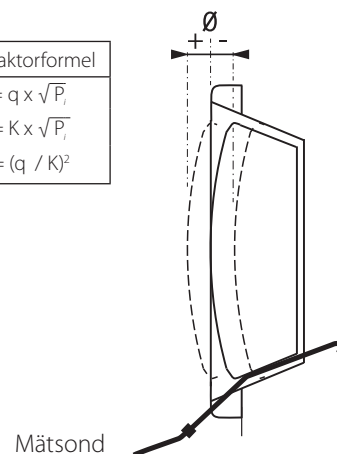

Bild 1. Injustering med mätsond.
- ⚠ Beakta ventilkäglans läge. Kägla utgår ifrån ett 0-läge och kan ställas inom ett max (+) / min (-) intervall, se bild 1 samt K-faktortabell **T1**.